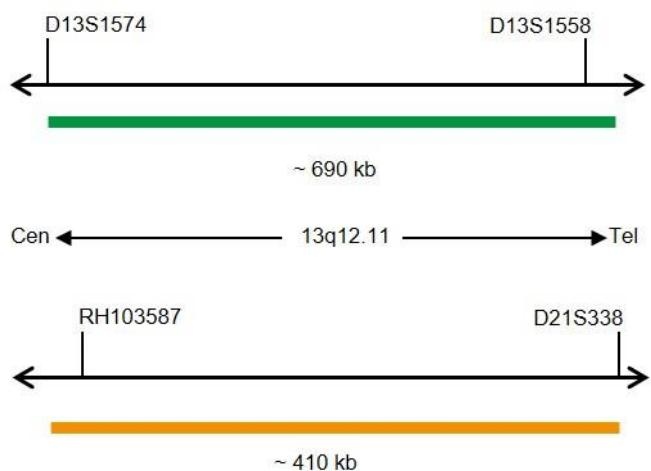

Fig. 1: Cima: SPEC 13q12 Mapa da sonda; Baixo: SPEC 21q22 Mapa da sonda (sem escala)
- Polinucleótidos (~10.0 ng/μl) com marcação ZyGreen (excitação 503 nm/emissão 528 nm), dirigidos ao mapeamento de sequências alvo em 13q12.11\* (chr13:20,200,365-20,892,494) (ver Fig. 1).
- Polinucleótidos (~4.5 ng/μl) com marcação ZyOrange (excitação 547 nm/emissão 572 nm), dirigidos ao mapeamento de sequências alvo em 21q22.13-q22.2\* (chr21:39,372,983-39,784,773) (ver Fig. 1).